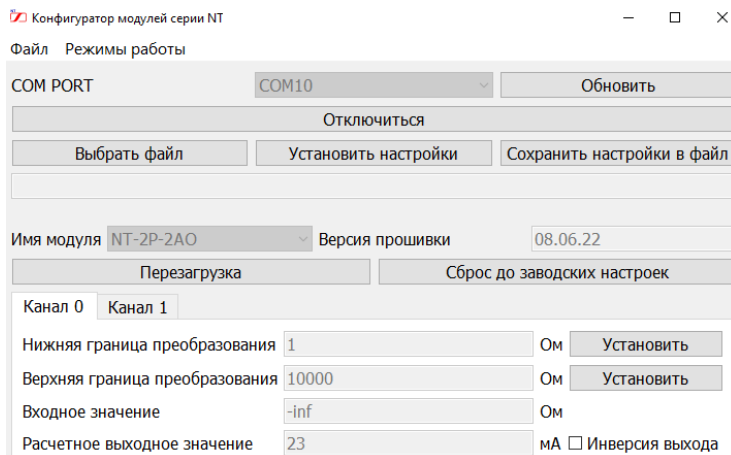

Рис. 4.7. Настройка модуля NT-2P-2AO в NTconfig
- запустить сервисное программное обеспечение NTconfig, выбрать COM PORT подключенного прибора, установить с ним соединение (пример отображаемых настроек модуля представлен на рис. 4.7);